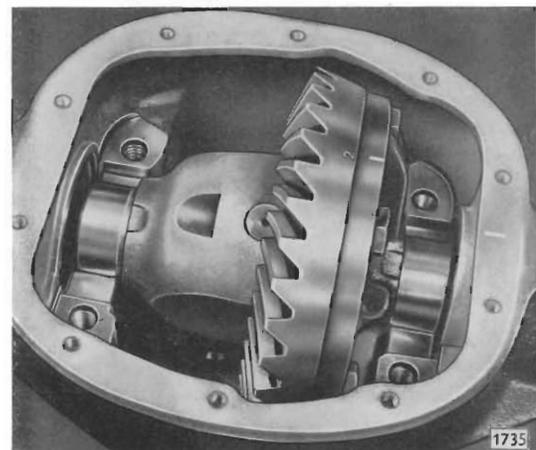

Bild 99 - Lage des Ausgleichgehäuses zum Hinterachsgehäuse gezeichnet
13. Vor dem Herausnehmen des Ausgleichgehäuses mit Tellerrad aus dem Hinterachsgehäuse ist die Lage des Ausgleichgehäuses zum Hinterachsgehäuse zu zeichnen (Bild 99). Hierdurch wird gewährleistet, daß beim nachfolgenden Einbau des Ausgleichgehäuses mit Kegellagern die Zähne des Tellerrades mit denen des Antriebkegellades an der gleichen Stelle in Eingriff kommen, wie sie zuvor beim Messen der Breite zwischen Ausgleich- und Hinterachsgehäuse im Eingriff waren. Voraussetzung für das Zeichnen ist, daß das Antriebkegellad nach Herausnahme des Ausgleichgehäuses nicht gedreht wird. Das gleiche gilt auch beim Herausnehmen des Ausgleichgehäuses aus dem Hinterachsgehäuse. Gegebenenfalls ist die Lage des Antriebkegellades zum Hinterachsgehäuse zu zeichnen.